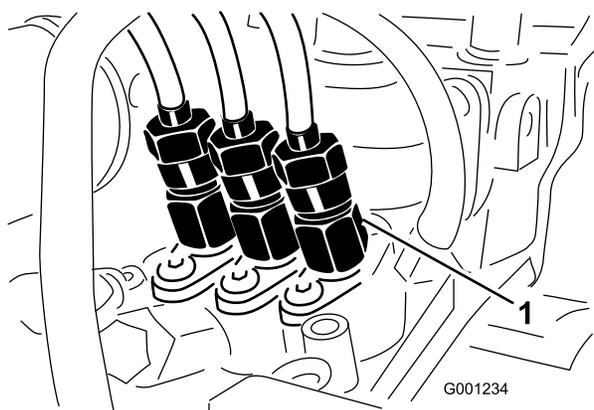

図 52
1. 燃料噴射ポンプの No.1インジェクタノズル（図 52）へのパイプ接続部をゆるめる。